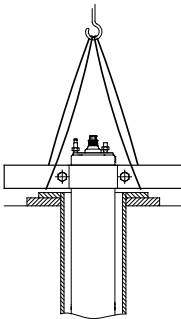

Fig. 15 Motor na posição vertical
2. Coloque o motor na posição vertical na boca do poço. Consulte a fig. 15.